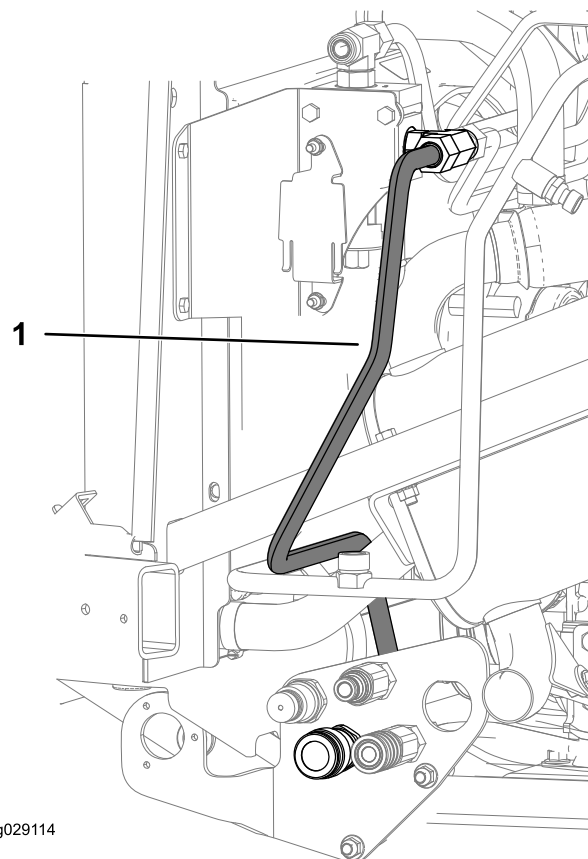

Рисунок 23
3. Установите гидравлическую трубку В от переходного тройника (наружная резьба 5/8 дюйма) на правом коллекторе в сборе к муфте перегородки (4,02 дюйма) на перегородке в сборе, как показано на Рисунок 23.